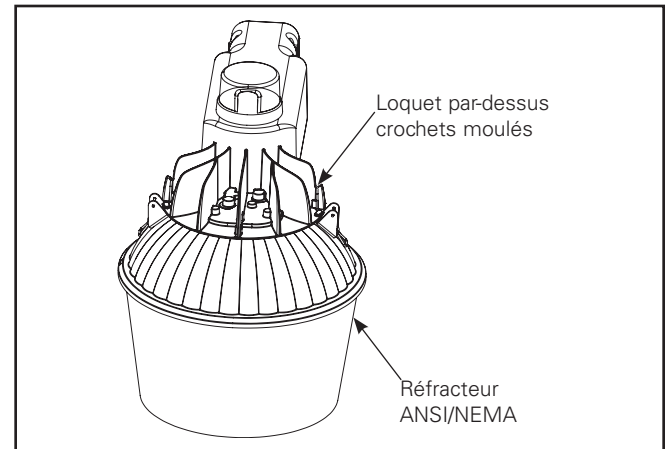

Figure 10.
- Placez les loquets par-dessus les crochets de verrouillage dans le boîtier et enclenchez les loquets pour sécuriser le réfracteur au boîtier. (Figure 10).